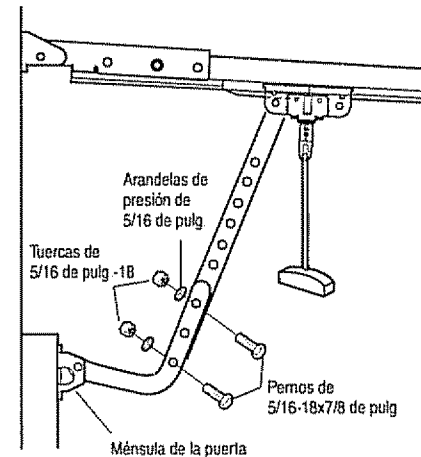

Figura 2
- Coloque la ménsula para la puerta sobre la línea central vertical que había marcado previamente para la instalación de la ménsula del cabezal. Asegúrese de que la leyenda "UP" (arriba) esté en la posición correcta, como está indicado en la parte interior de la ménsula (Figura 2).
Si el tipo de instalación de su cochera no requiere refuerzos verticales, pero sí necesita los orificios para los sujetadores de la ménsula, taladre y fíjelos como se muestra en la Figura 2.
• Figura 2: